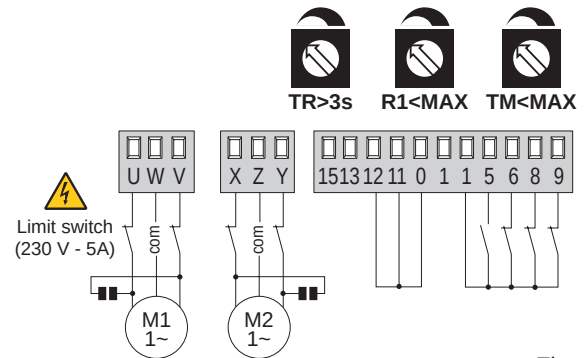

Fig. 5.2
- (Abb. 5.2) Verwendung mit Endschaltern.